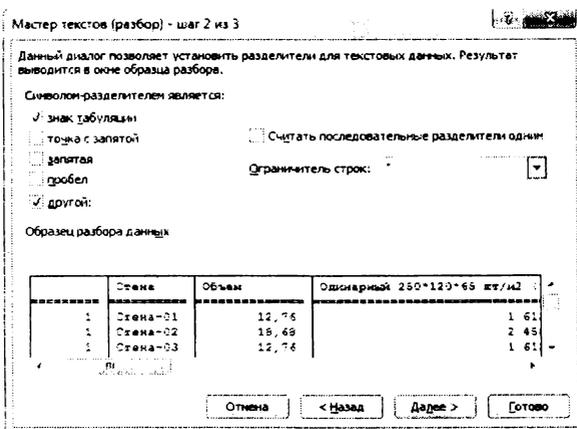

Рисунок 64
17. Установите символ вертикальной черты в качестве разделителя столбцов (рис. 64) и нажмите кнопку **Далее >**.